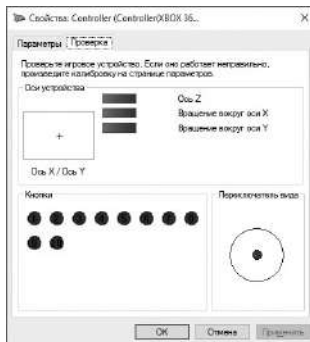

Рис. 8
• Для проверки и настройки в режиме XInput выберите «Свойства» в окне «Игровые устройства», при этом всплывет окно «Свойства: Controller (Controller (XBOX 360...))» (рис. 8). Во вкладке «Проверка» можно проверить исполнение команд при нажатии на кнопки и вращении руля. Для калибровки руля выберите вкладку «Параметры», нажмите «Откалибровать» и следуйте дальнейшим инструкциям.